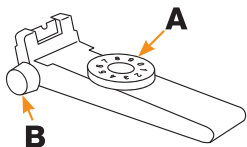

ilustración 7
Ajustes de las Elevaciones- Si el rifle dispara muy hacia arriba: gire el tornillo A en dirección a las manecillas del reloj (Ver **ilustración 7**). Si el rifle dispara muy hacia abajo: gire el tornillo A en dirección contraria a las manecillas del reloj (Ver **ilustración 7**).
Ajustes de las Holguras- Los ajustes de las holguras se controlan girando la perilla(2) de al lado (vea la **ilustración 7**). Si el rifle de aire comprimido dispara a la derecha: ajuste en sentido de las agujas del reloj. Si dispara a la izquierda: ajuste en sentido contrario de las agujas del reloj.